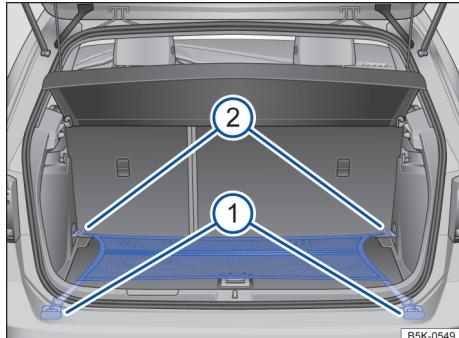

Fig. 146 No compartimento de bagagem: rede para bagagem presa de forma plana.
- Prender os ganchos da rede para bagagem nos olhais de amarração → Fig. 146 ② →  O zíper da rede para bagagem deve estar voltado para cima.
- Prender os ganchos da outra extremidade da rede para bagagem nos olhais de amarração abaixo do canto do compartimento de carga → Fig. 146 ①.